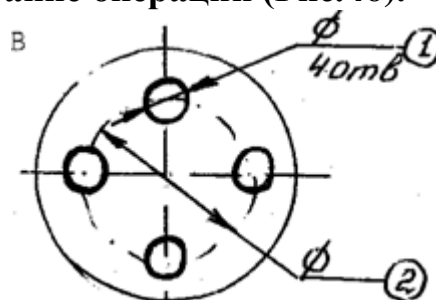

Рис. 46
**Вопрос 78.** Для операции, выполняемой на вертикально-сверлильном станке, назвать наименование операции (Рис.46).